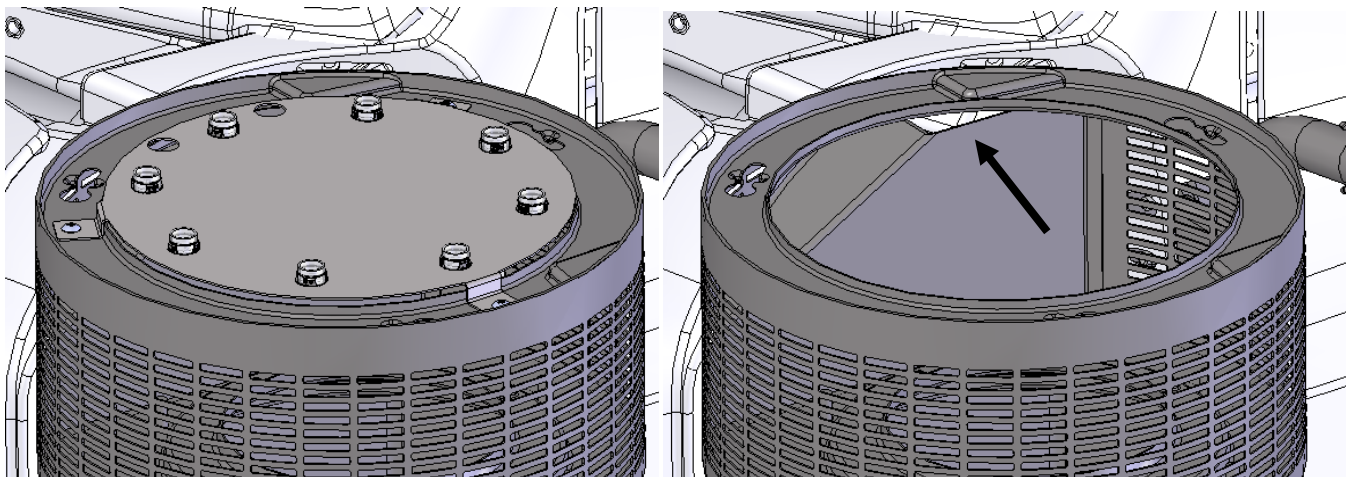

Figura 2: Ojal (izquierdo) se alinea con la abertura de la malla de entrada (derecha) para disco de luz Redondo de $\frac{3}{4}$ "
- Instale nuevamente la pantalla de entrada, trayendo los enchufes de bala hembras a través de la abertura en la pantalla de entrada que se hace referencia en la Figura 2.
- Instale de nuevo la pantalla de entrada, trayendo los enchufes de bala hembras a través de la abertura en la pantalla de entrada que se hace referencia en la Figura 2.